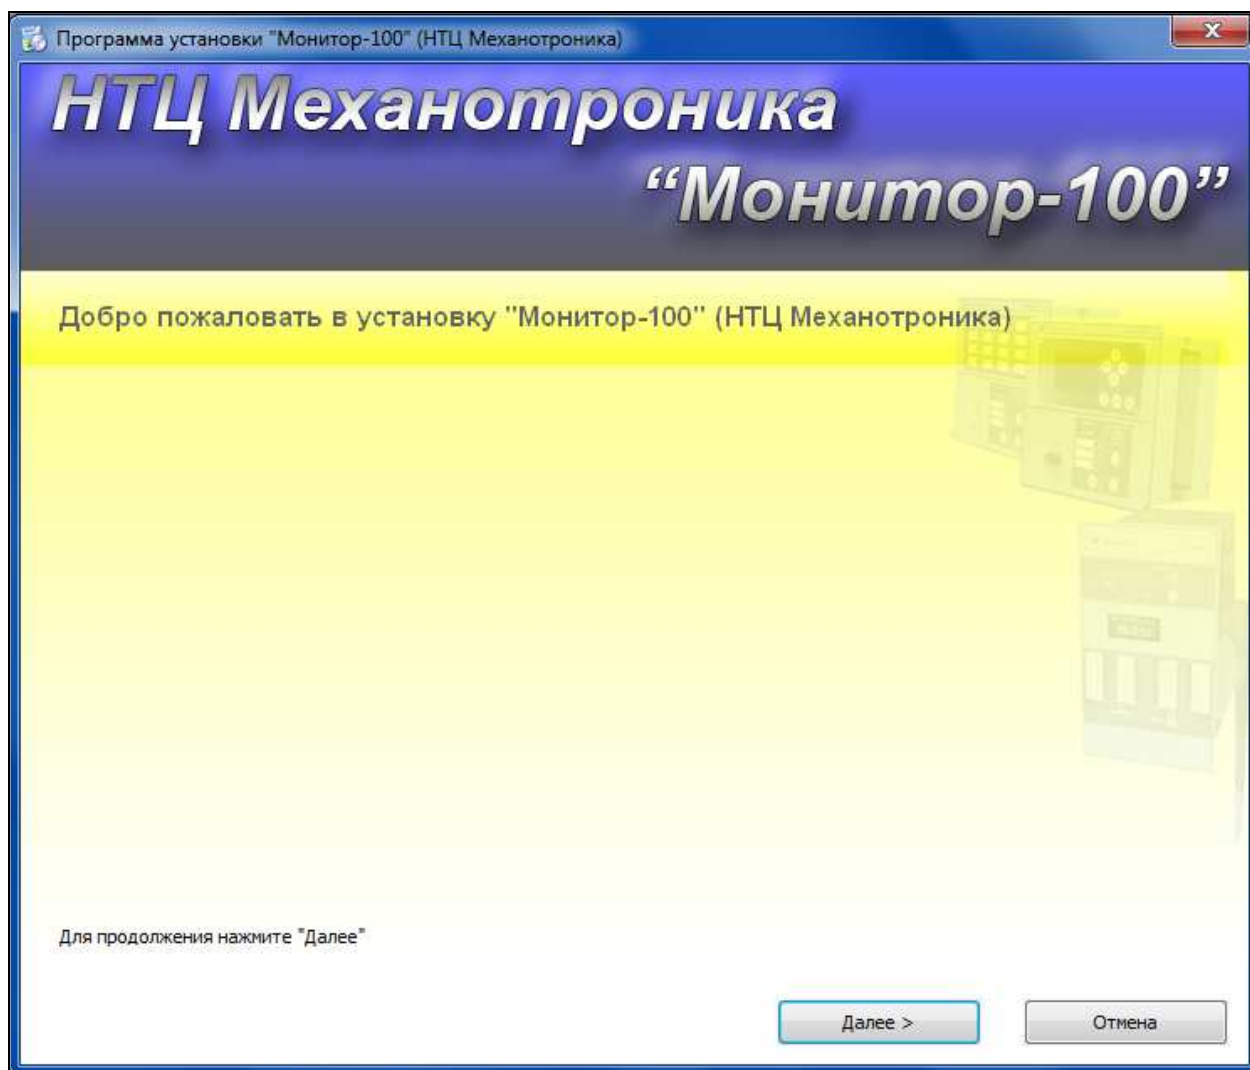

Рисунок 2
2.2.1.1 Для установки ПрО «Монитор-100» на ПК запустить файл «57000-07.exe» (самораспаковывающийся архив). Когда архив будет распакован, запустить файл установки «Setup\_Монитор-100.exe». Откроется диалоговое окно приветствия (см. рисунок 2).
- 1) «Назад» – кнопка для перехода к предыдущему диалоговому окну (см. рисунок 2);